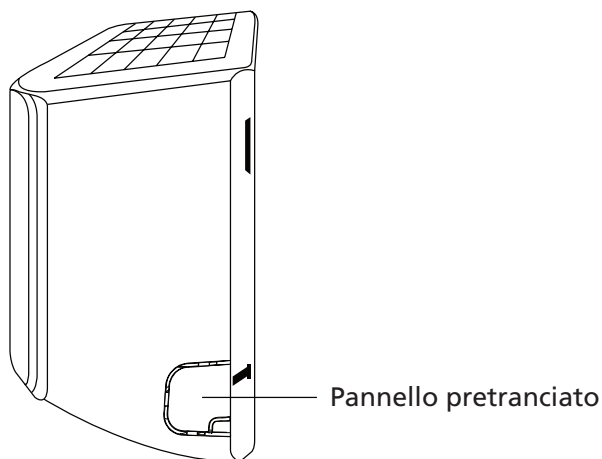

Fig. 3.3
2. Se il foro a parete si trova dietro l'unità, lasciare in posizione il pannello pretranciato. Se il foro a parete si trova a lato dell'unità interna, rimuovere il pannello di plastica pretranciato dal fianco dell'unità. (Vedere la **Fig. 3.3**). Si creerà così una fessura attraverso cui far passare la tubazione. Se si ha difficoltà a rimuovere il pannello di plastica manualmente, servirsi di una pinza.